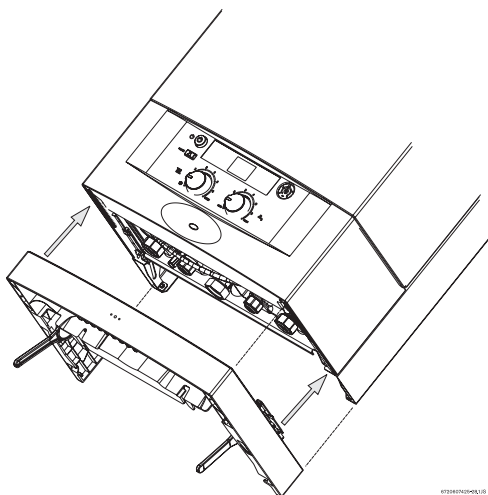

Fig. 16 Amplasarea sertarului
- ▶ Plasați ghidajele de montaj în scobiturile de sub panoul de control conform cu Fig. 16.